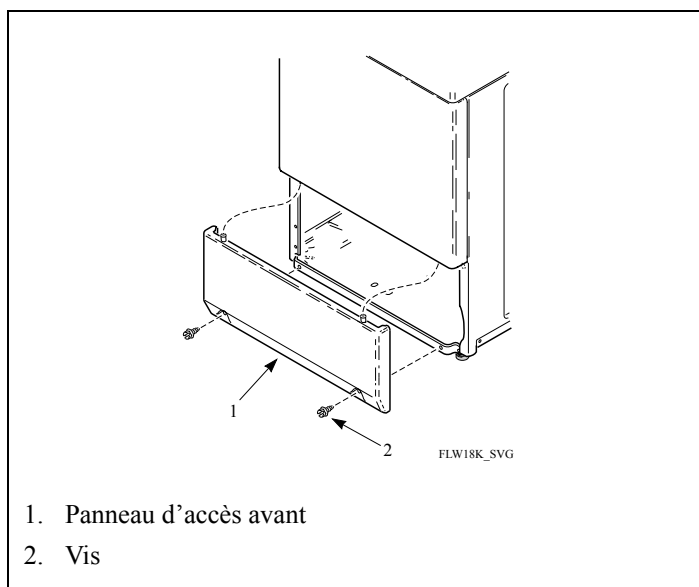

Figure 5
13. Retirer le panneau d'accès sur la partie avant inférieure de l'appareil en enlevant les deux vis au bas du panneau. Voir la *Figure 5*.
11. Retirer le panneau d'accès sur la partie avant inférieure du lave-linge en enlevant les deux vis au bas du panneau. Voir la *Figure 5*.
15. Retirer le panneau d'accès sur la partie avant inférieure de l'appareil en enlevant les deux vis au bas du panneau. Voir la *Figure 5*.